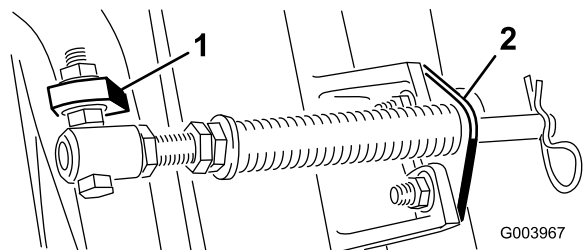

**Bild 6**
- C. Montieren Sie die Schraube des Federrohrs an der anderen Lasche am Trägerrahmen und befestigen Sie sie mit der Bundmutter. Der Schraubenkopf zeigt zur Außenseite der Lasche, siehe Bild 6.
- D. Montieren Sie die Stangenhalterung mit den Schlossschrauben und Muttern an den Mähwerklaschen (Bild 6).